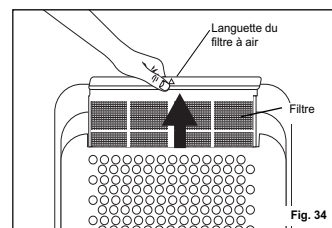
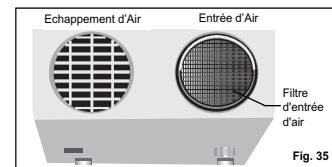

Fig. 34
Fig. 35
REMARQUE: Le filtre à air (Filtre 1 - Fig 34) est situé à la partie supérieure arrière de l'unité. Pour enlever le filtre d'entrée d'air (Filtre 2 - Fig 35), le boyau d'entrée d'air et le col de boyau devront être enlevés.
- 1a) Pour retirer le filtre à air (Fig 34) : Tirer le filtre vers le haut dans le sens de la flèche.
- 1b) Pour retirer le filtre d'entrée d'air (Fig 35): Inclinez la poignée de filtre vers le haut et retirez le panier de filtre.